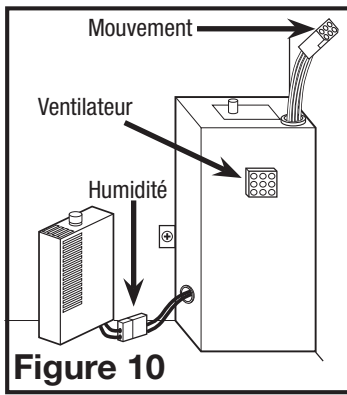

Figure 10
- 3a. **MODÈLES STANDARDS:** branchez le cordon de connexion rapide du moteur du ventilateur dans la prise correspondante située sur le couvercle du compartiment de fil. Ce cordon ne peut être inséré que d'une seule manière dans la prise (**Figure 10**).
- 3b. **MODÈLES DÉTECTEURS D'HUMIDITÉ:** branchez le cordon de connexion rapide du moteur du ventilateur dans la prise correspondante située sur le couvercle du compartiment de fil. Branchez le connecteur à deux broches du compartiment de l'hygrostat au connecteur à deux broches du côté du couvercle du compartiment de fil. Ces cordons ne peuvent être insérés que d'une seule manière dans les prises. (**Figure 10**).
- 3c. **MODÈLES DÉTECTEURS DE MOUVEMENT:** branchez le cordon de connexion rapide du moteur du ventilateur dans la prise située sur le côté du couvercle du compartiment de fil. Branchez le cordon à 6 broches de connexion rapide de la grille dans la prise à 6 broches située sur le dessus du couvercle du compartiment de fil. Ces cordons ne peuvent être insérés que d'une seule manière dans les prises. (**Figure 10**).